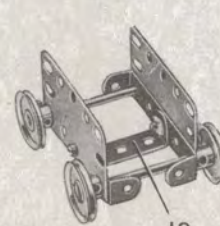

Fig. 5.11b
Le wagonnet (fig. 5.11b) est formé par deux plaques flexibles de  $6 \times 4$  cm. et deux bandes coudées de  $60 \times 12$  mm. réunies par une bande coudée de  $38 \times 12$  mm. (12). Les roues sont des poulies de 25 mm. fixées sur des tringles de 5 cm. et elles circulent sur les cornières de 25 trous du portique.